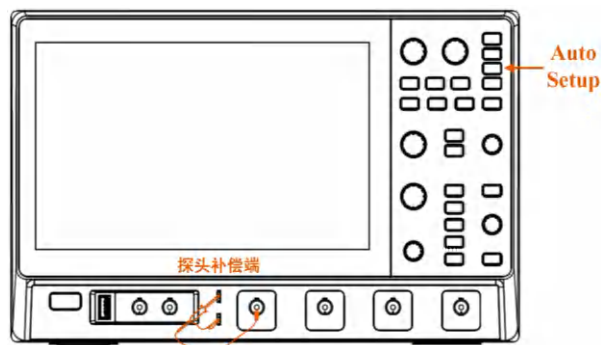

图 5.3 探头连接
(2) 恢复默认状态后，可接入信号，使用普通无源探头与面板上的“探头补偿端”进行连接，如下图 5.3 所示。
使用 ZP1050 型号的探头（由于公司探头会不断地更新升级，最终以实际标配的实物为准），示波器自动识别衰减档位 X10 档，比率为 10:1（无 X1 档），接入示波器中（将探头母头 BNC 端对准示波器通道 CH1 BNC 插头，按下向右旋转即可，同时将探头的探钩接到示波器探头补偿端接口，鳄鱼夹接地），具体如图 5.3 所示。